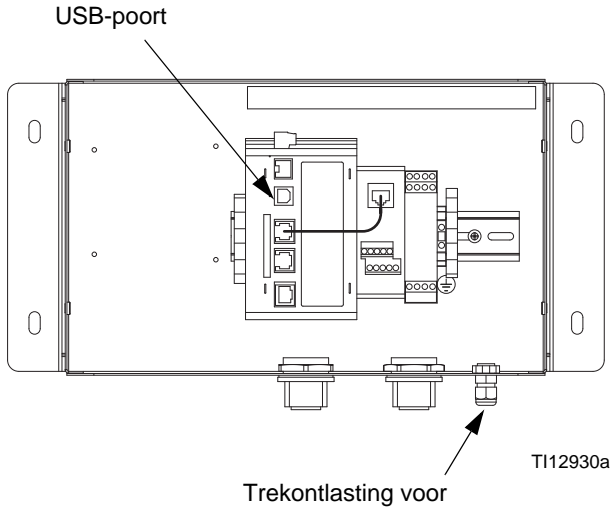

FIG. 13: Gateway module USB-poort
1. Sluit de USB-kabel (23, meegeleverd) tussen de USB-poort op de Gateway module en een USB-poort op uw PC aan. Zie FIG. 13.